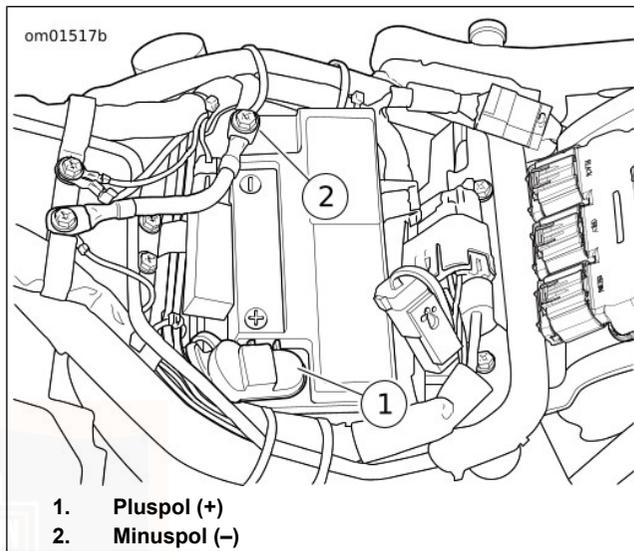

Abbildung 65. Batterie: Softtail-Modelle
2. Siehe Abbildung 65. Das Batterieminus-kabel (schwarz) vom Minuspol der Batterie abklemmen.